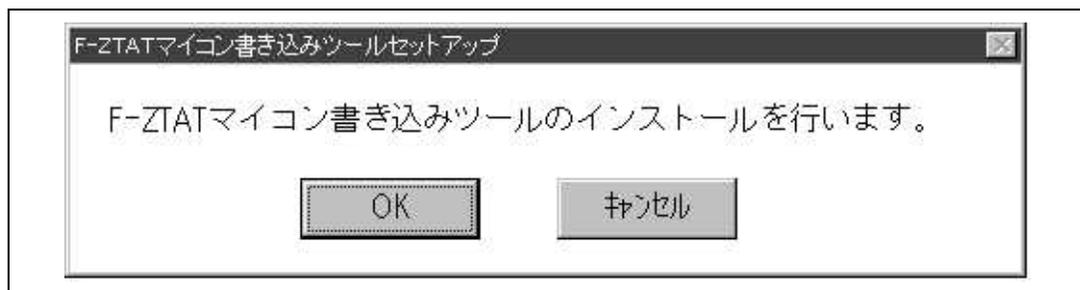

図 3.1 インストール開始メッセージ
- (1) オンボード書き込みソフトウェアのフロッピーディスクを、使用する端末のフロッピーディスクドライブに差し込みます。
- (2) フロッピーディスク内のSETUP.EXEをWindows上で起動します。
- (3) 図3.1のメッセージを表示します。[OK] ボタンを選択するとインストールを開始し、[キャンセル] ボタンを選択するとインストールを中断します。